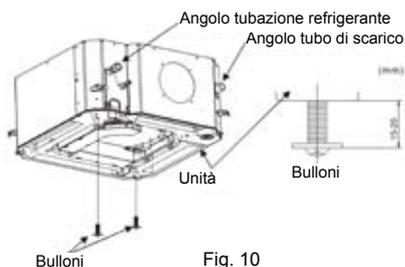

Fig. 10
- Installare due bulloni (tra gli accessori) nell'unità principale (angolo del lato tubazione refrigerante e angolo opposto). Il dettaglio è illustrato nella Fig. 10. Avere cura di lasciare 15-20 mm di bullone non avvitato per poter appendere il pannello facilmente.